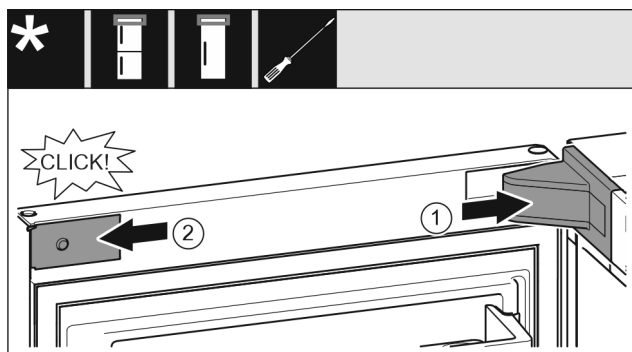

Fig. 21
- Крышку опорного кронштейна установите и зафиксируйте, при необходимости осторожно разожмите. Fig. 21 (1)
- Установите накладку сбоку и зафиксируйте. Fig. 21 (2)